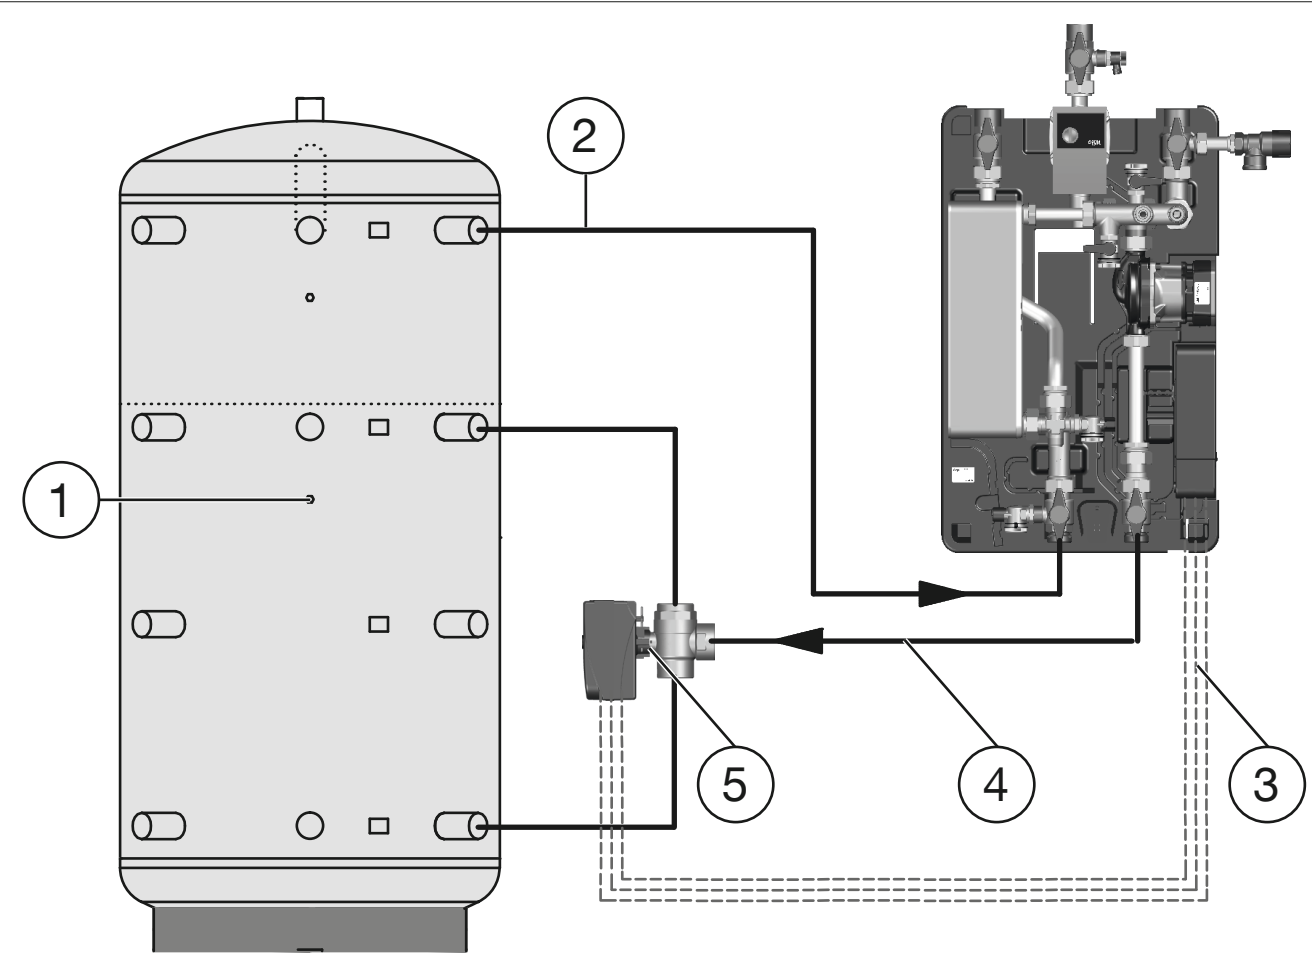

Fig. 4: Schéma d'installation
5. Monter le robinet pour la stratification par le retour comme illustré sur la Fig. 4 auf Seite 8